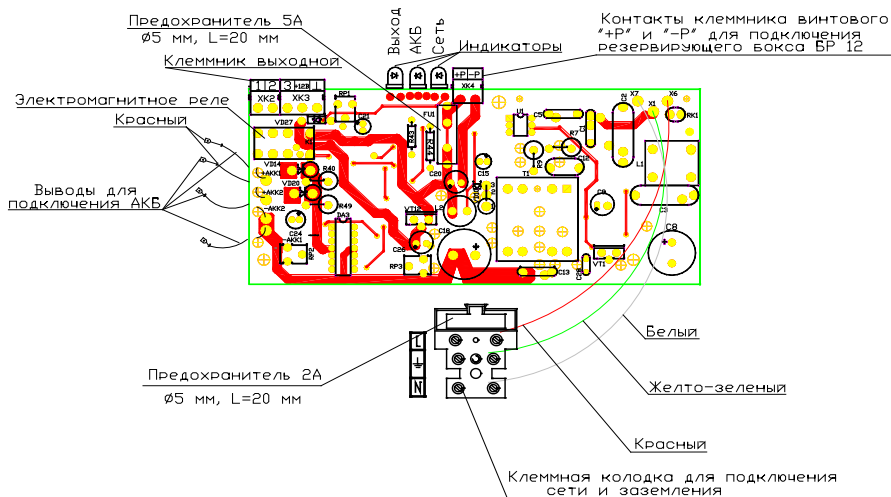

Рисунок 2 – Плата источника
6.4 Подключение соединений производить в следующей последовательности (см. рисунок 2):